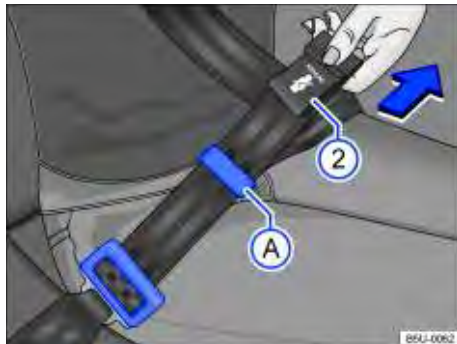

Fig. 54 Ajustar o cadarço do cinto de segurança.
- Puxar a parte superior (região em que se encontra a etiqueta) \Rightarrow Fig. 54  no sentido da seta. Manter uma distância do passador  à fivela conforme \Rightarrow Fig. 54 para facilitar o deslizamento do cadarço do cinto de segurança. Recomenda-se uma folga de até 5 cm (3 dedos) na região do tórax, para efeito de conforto.